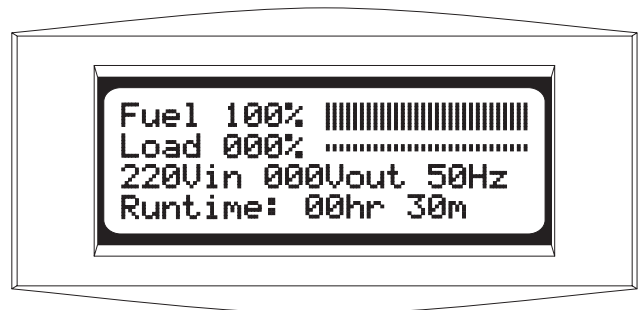

Рис. 4-11 Стартовое меню
- 6. С помощью панели индикации PowerView прочтите и запишите индицируемое входное напряжение со стартового экрана. ("220Vin" на рис. 4-11 показывает, что входное напряжение равно 220 В)
- 8. Установите служебный шунтовой выключатель в положение "on" (вкл). Комплекс силовой защиты перейдет в ручной шунтовой режим, и теперь должно быть подано напряжение на выходные соединительные клеммы. Будет светиться светодиод шунтового режима на панели индикации PowerView и на ней появится одно или несколько сообщений. Игнорируйте эти сообщения путем нажатия трассировочной клавиши ESC на панели индикации PowerView до тех пор, пока вновь не появится стартовое меню. См. рис. 4-11. Прочтите и запишите выходное напряжение, индицируемое на панели индикации PowerView ("000Vout" на рис. 4-11 означает, что выходное напряжение равно 000 В). Примечание. Индицируемое выходное напряжение должно быть равно приблизительно 220 В, 230 В или 240 В, в зависимости от конфигурации системы.